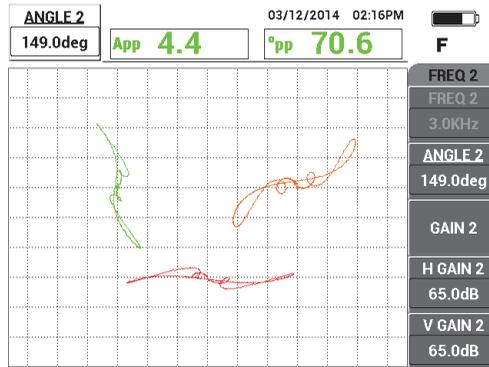

Figura 5-142 Ajuste del ángulo de la señal de la frecuencia 2 en la arandela de soporte
8. Pulse dos veces la tecla ANGLE () y, después, ajuste el ángulo de señal de la frecuencia 2 (rojo) de la arandela de soporte hasta que esté casi horizontal. Vea la Figura 5-142 en la página 247.